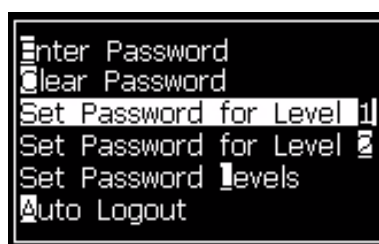
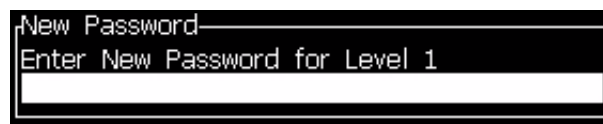

Figura 4-4: Definir nível da senha
Figura 4-5: Nova senha
- 1 Pressione *Alt + w* e selecione *Definir senha para o nível 1*, ou *Definir senha para o nível 2*, no menu *Senha* (veja Figura 4-4 na página 4-3). A caixa de diálogo *Nova senha* aparece (veja Figura 4-5 na página 4-3).